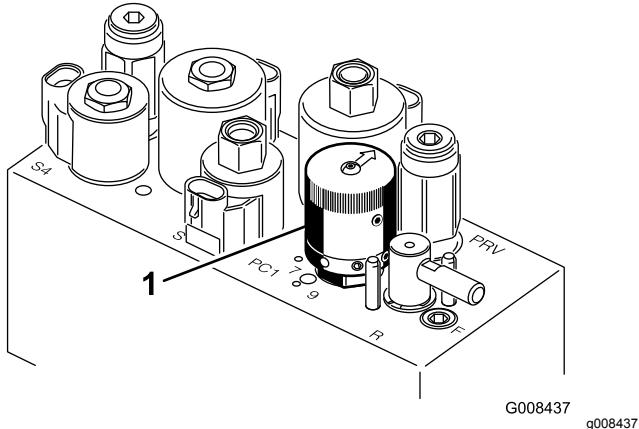

図 29
4. リールの速度を設定するには、ノブ図 29を回して、ノブの矢印を、所定の番号に合わせる。